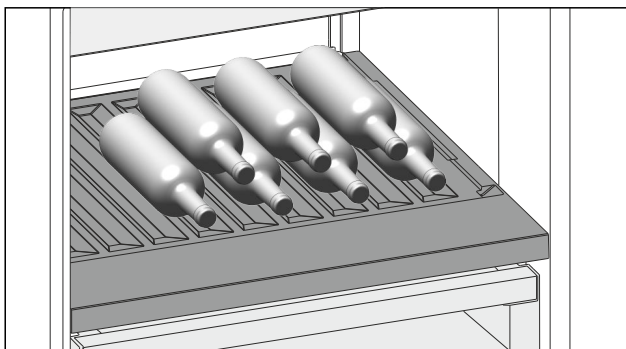

Fig. 98
- ▶ A palackokat az aljukkal hátrafele helyezze a hátfalhoz. (lásd Fig. 98)